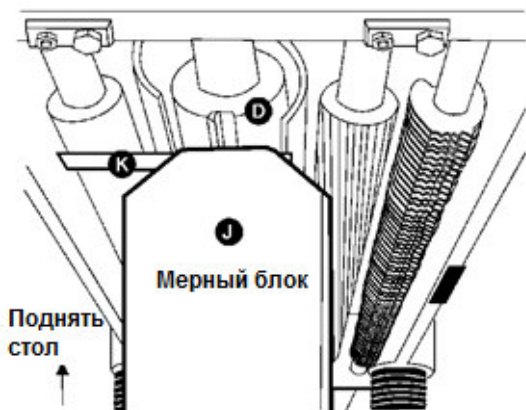

Рис. 22
3. Установите мерный блок (J, см. Рис. 22) на столе непосредственно под строгальным валом (D, см. Рис. 22).
4. Используя щуп толщиной 0,5 мм (K, см. Рис. 22), поднимайте рабочий стол, пока нож не коснется щупа, когда нож находится в самом нижнем